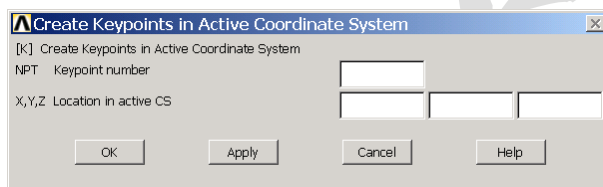

图10.8 定义关键点对话框。
(4) 下面建立几何模型。单击 Main Menu>Preprocessor>Modeling>Create>Keypoints>In Active CS 菜单，弹出如图 10.8 所示的对话框。